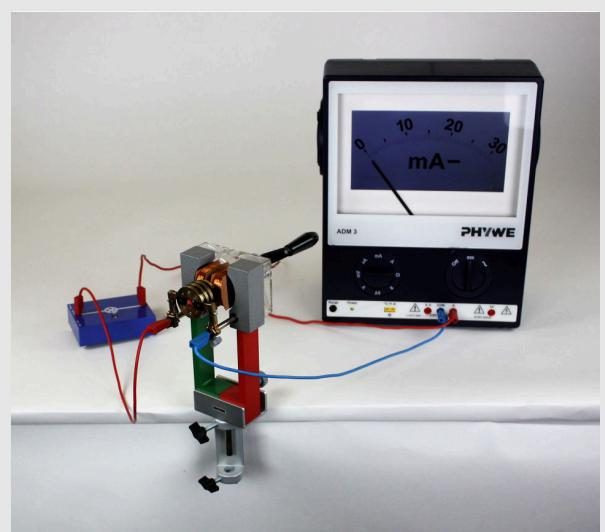

Abb. 4
- Verändere den Versuch nach Abb. 4, schalte Messgerät und 4V Glühlampe in Reihe und verbinde sie mit dem Motor. Achte auf die richtige Polung achten.